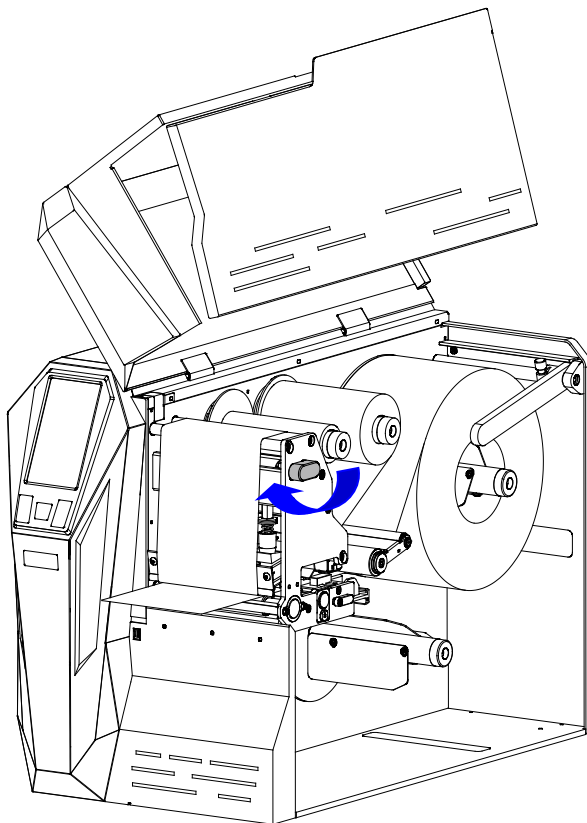

图 2-20 压下打印头
- 沿 CLOSE 方向转动手柄，压下打印头，如图 2-20 所示。